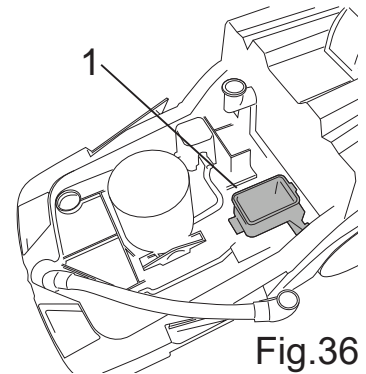

Fig.36
- Reinig de binnenkant van de variabele inlaatklep (Fig.36-Ref.1) en verwijder eventueel aangekoekt vuil, spoel met water, reinig de pakkingen van het deksel met een zachte doek.